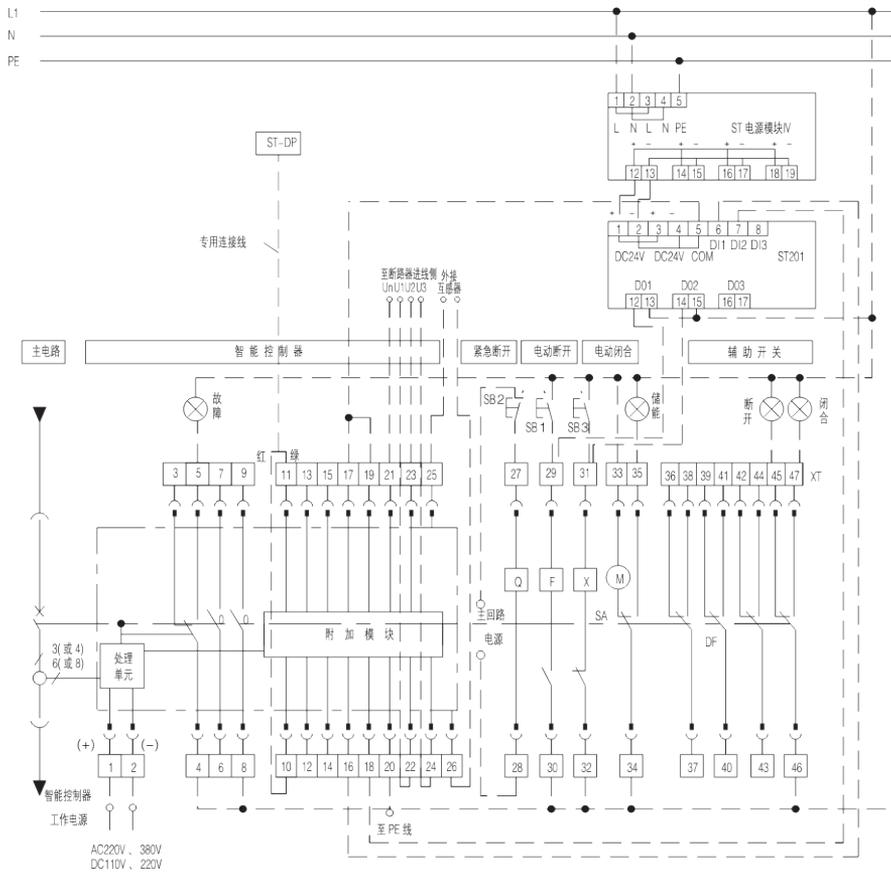

图13d 配H型智能控制器的断路器二次回路接线图
• 2000~3200(2000~3200A) H型智能控制器的断路器二次回路接线图, 见图13d(辅助开关为四组转换触头)